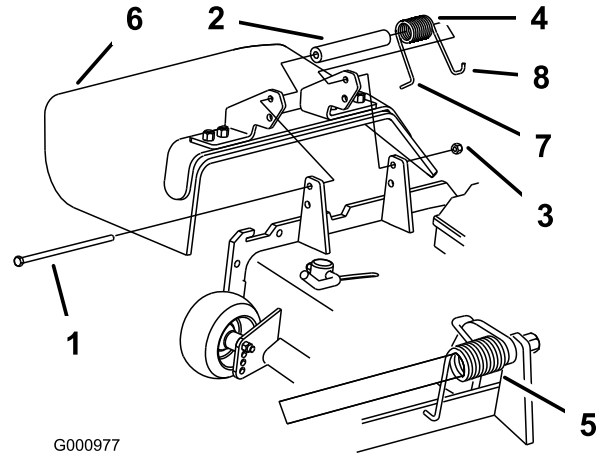

Figura 95
1. Retire la contratuerca, el perno, el muelle y el espaciador que sujetan el deflector a los soportes de pivote (Figura 95). Retire el deflector de hierba dañado o desgastado.
Nota: Asegúrese de colocar el extremo en **L** del muelle detrás del reborde de la plataforma antes de instalar el perno, según se muestra en Figura 95.
3. Instale el perno y la tuerca. Coloque el extremo en **J** del muelle alrededor del deflector de hierba (Figura 95).